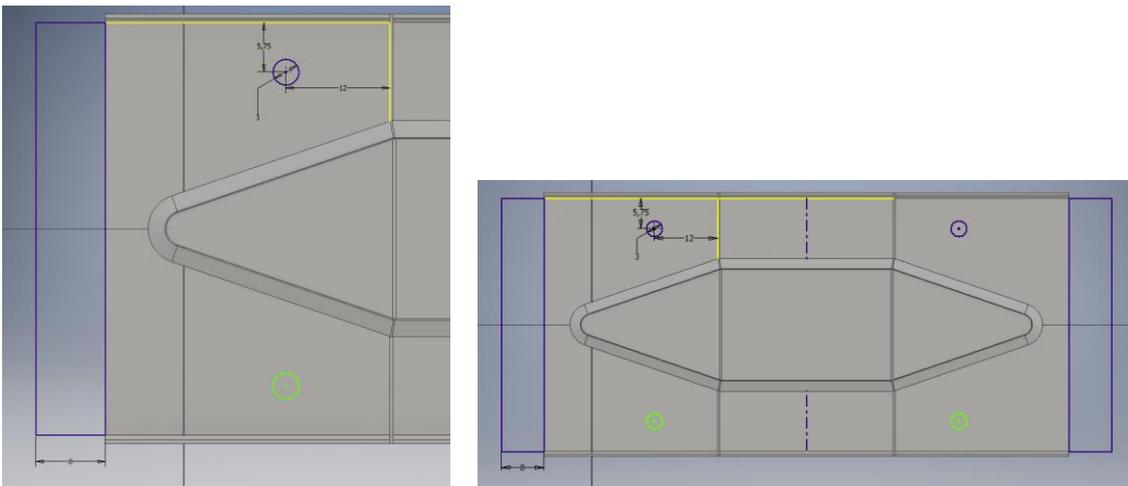

Ilustración 371. Boceto y resultado final tras aplicar simetría. Escuadra de mesa.
13. Inserte un nuevo boceto sobre la cara que se muestra en la *Ilustración 371*.